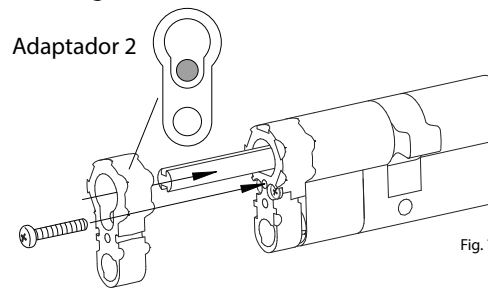

Fig. 7
- 54 - 59 mm = se necesitan los adaptadores 1 y 2 (Fig. 7)